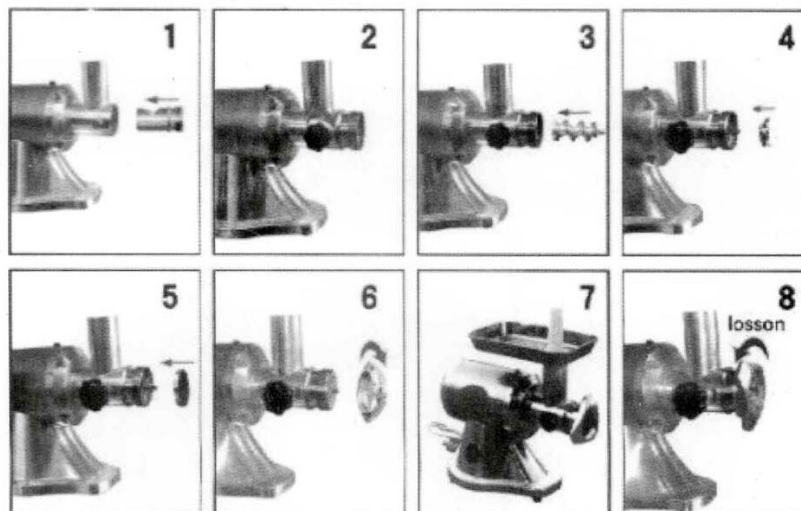

Рис.2
1. Убедитесь, что мясорубочная система собрана, как показано на схеме (рис.2) и зафиксирована в рабочем положении фиксатором.